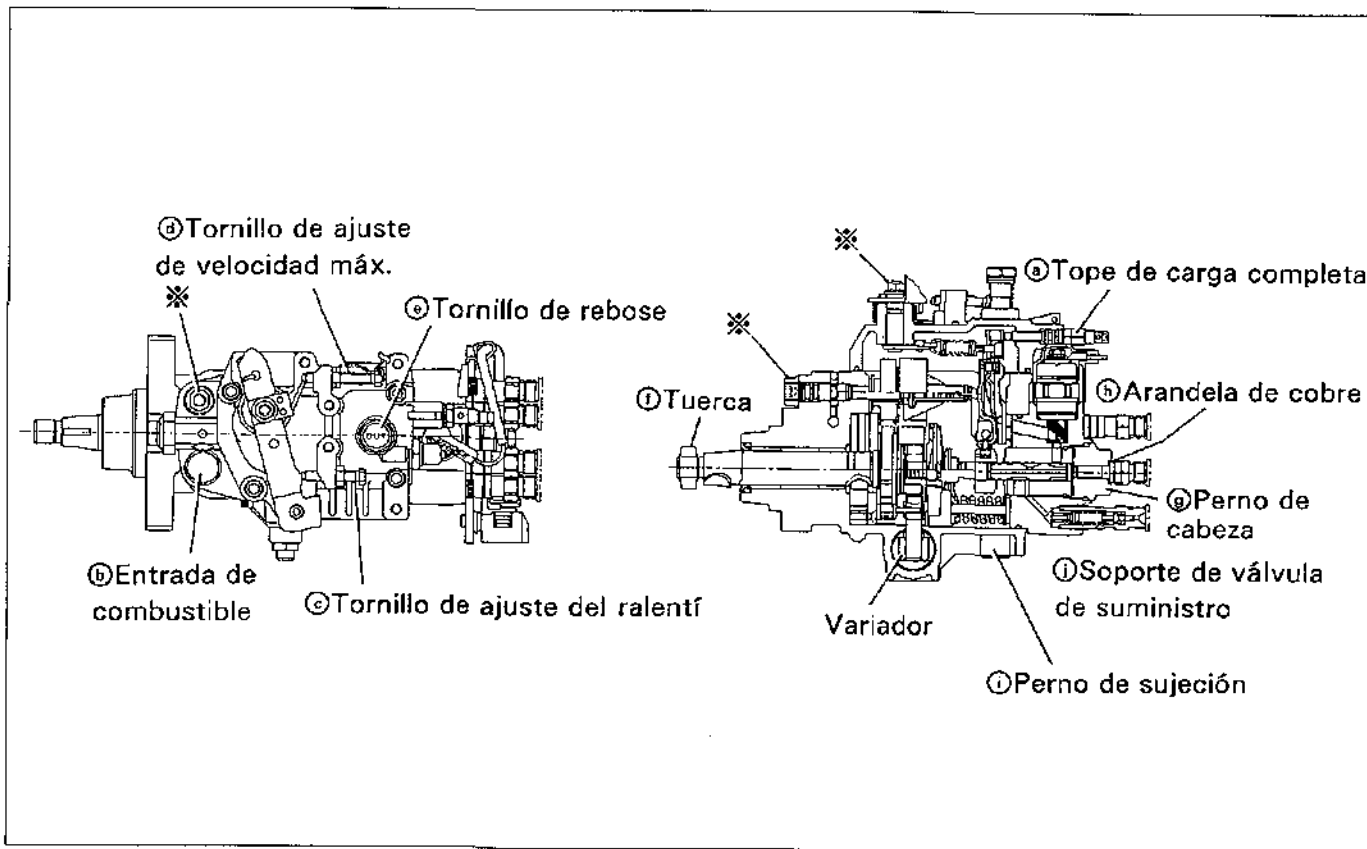

Figura.6-1 Precauciones
- a. El ajuste incorrecto del tope de carga completa (vea la ilustración (a) de la figura.6-1) resultará en la pérdida o reducción de potencia o velocidad y/o humos del motor excesivos.
- b. El ajuste incorrecto del tornillo de ajuste de velocidad máxima (vea la ilustración (b) de la figura.6-1) puede causar sobrerrevolución del motor.
- a. No afloje ni apriete las tuercas o pernos pintados de amarillo (vea la ilustración  de la figura.6-1) puesto que provocará daños o fugas.
- b. Cada vez que se aflojen los pernos de la cabeza de distribución (vea la ilustración (g) de la figura.6-1) para el propósito de ajustar el avance inicial, deberá reemplazarse la arandela de cobre (vea la ilustración (h) de la figura.6-1).
- c. El uso de torsión excesiva en los pernos de sujeción de la bomba (vea la ilustración (i) de la figura.6-1) puede causar combadura del pistón del variador de la envoltura de la bomba.